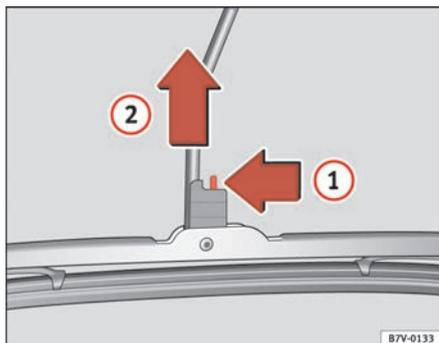

Fig. 147 Sostituzione del tergilunotto
- Sbloccare la spazzola spingendo in direzione della freccia ⇒ fig. 147 ① e tirarla contemporaneamente nella direzione della freccia ②.
- Staccare la spazzola tirando nella direzione opposta a quella della freccia ②.
- Inserire una nuova spazzola della **stessa lunghezza e tipo**, spingendo nella direzione della freccia ② e agganciare quindi la spazzola alla racchetta.
- Tirare la spazzola nella direzione opposta a quella della freccia ② fino ad incastrarla.